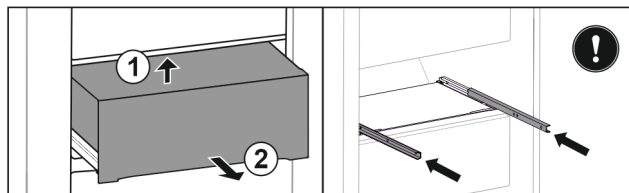

Fig. 148
- ▶ Nadzvedněte zásuvku zezdola vzadu. Fig. 148 (1)
- ▶ Vyjměte zásuvku dopředu. Fig. 148 (2)